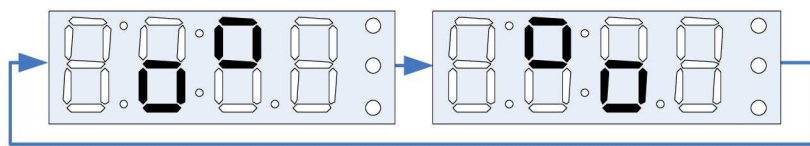

Рис.31
4.3.10 После регистрации прохождения очистного устройства сигнализатор переходит в режим «Индикация СОД». На индикаторе периодически мигает красный светодиод, формируется кратковременный звуковой сигнал, а на индикаторе попеременно отображаются символы, показанные на Рис. 31.